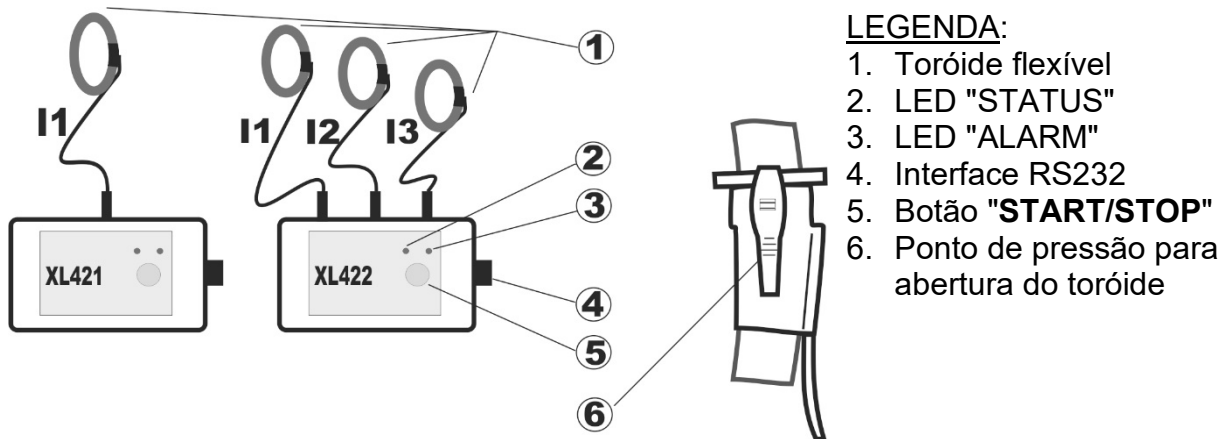

Fig. 1: Descrição do instrumento
2. Abrir o toróide flexível fazendo uma pressão nos pontos previstos (ver Fig. 1).
2. Abrir o toróide/s flexível/eis fazendo uma pressão nos pontos previstos (ver a Fig. 1).